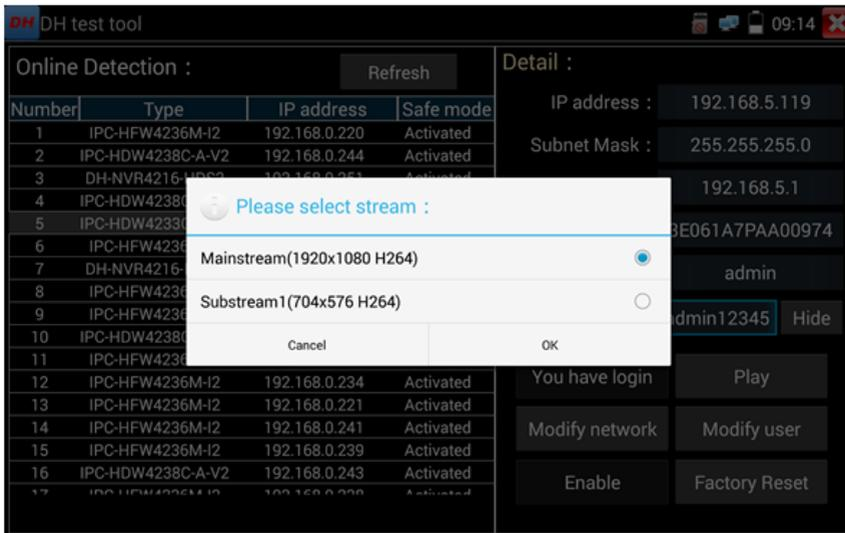

Рис. 118 Выбор видеопотока для тестируемой видеокамеры
3. Если видеокамера поддерживает выбор из нескольких потоков, выберите нужный, рис. 118